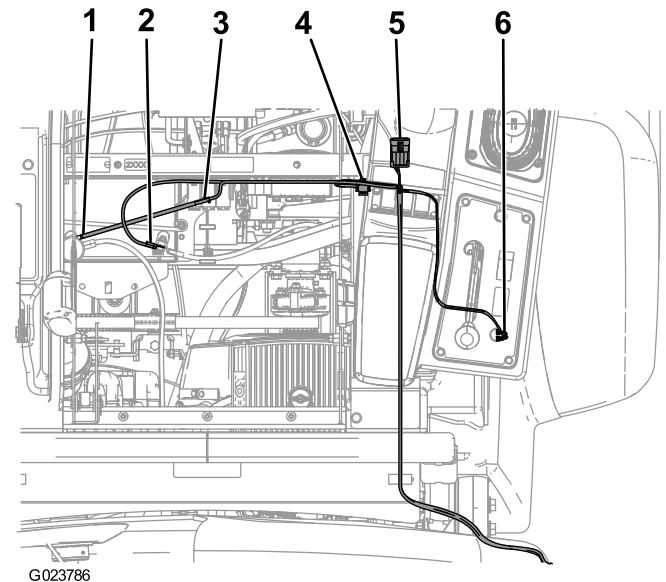

Bild 4
- Schließen Sie die Schlauchtrommeltaste am Kabelbaum an und befestigen Sie die Taste und die wetterfeste Mutter an der hinteren Abdeckung des Bedienfelds (Bild 4).
- Stecken Sie den nahegelegenen Anschluss in die Schlauchtrommelbuchse am Hauptkabelbaum, der sich unter dem vorderen Teil des Steuerarms befindet (Bild 4).
- Schließen Sie das durch Schmelzsicherung geschützte Verbindungsteil am roten Kabel an, das am Pluspol (+) der Batterie angeschlossen ist (Bild 4).
- Schließen das entfernt gelegene Ende des Kabelbaums an die Erdung des Sicherungsblocks an (Bild 4).